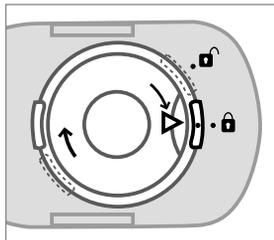

Рис. 3
5. Закройте крышку камеры ингаляционной обратно, повернув ее по часовой стрелке, так, чтобы маркер «▶» указывал на «•» (рис. 3).